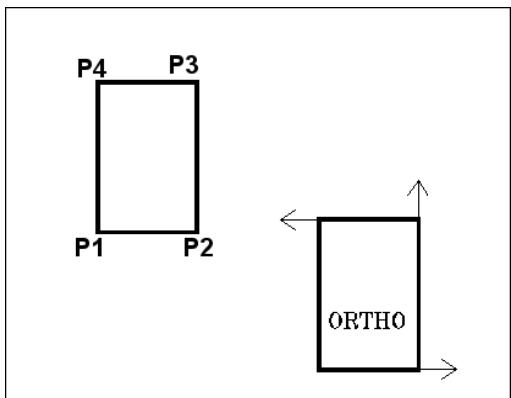

Fig.4.15
- [6] Spécifier le point suivant : taper C pour clore le contour ou appuyer sur Entrée si le contour ne doit pas être fermé (fig.4.15).